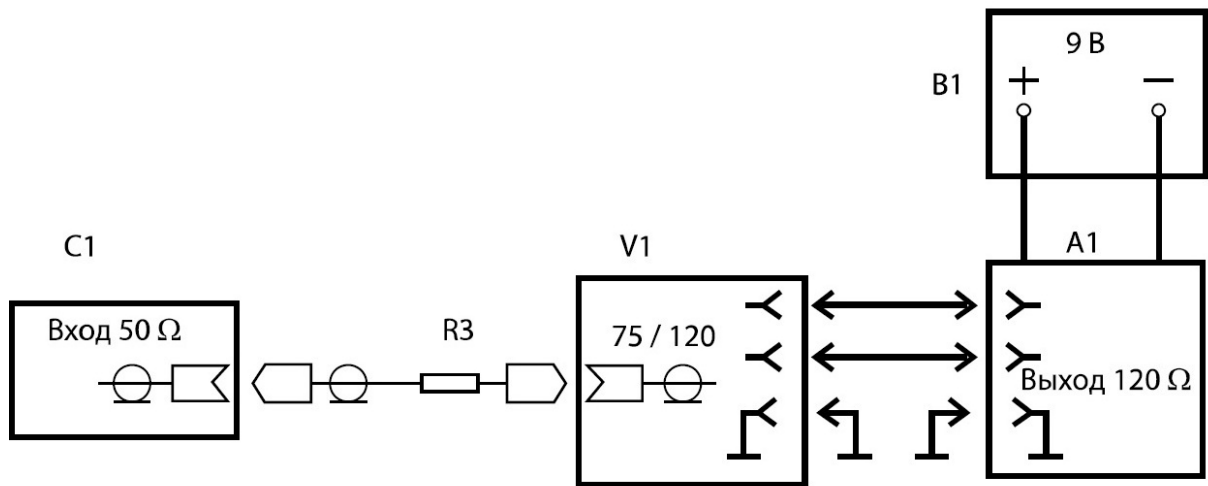

Рисунок 13.7.5.1 - Определение параметров выходных импульсов
13.7.5 Амплитуду выходных импульсов определяют по схеме рис. 13.7.5.1 с помощью осциллографа.